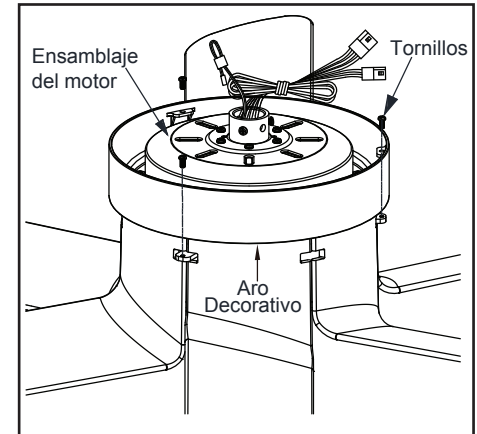

Figura 7
2. Comprueba que todos los tornillos estén firmemente apretados. (Figura 7)